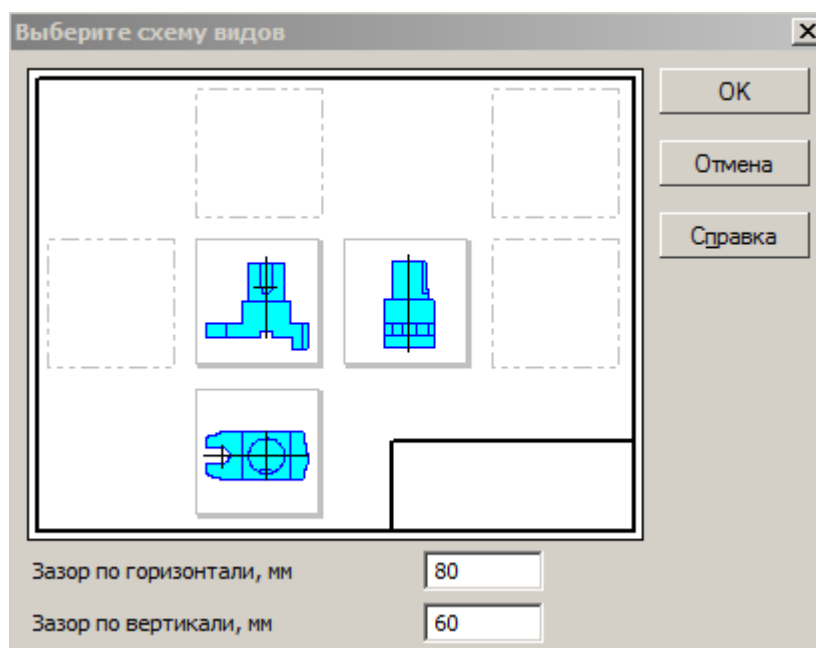

Рис. 113
- из **Панели свойств** вызовите диалоговое окно  **Схема видов** и задайте **Зазор по горизонтали – 80**, **Зазор по вертикали – 60** (рис. 113);